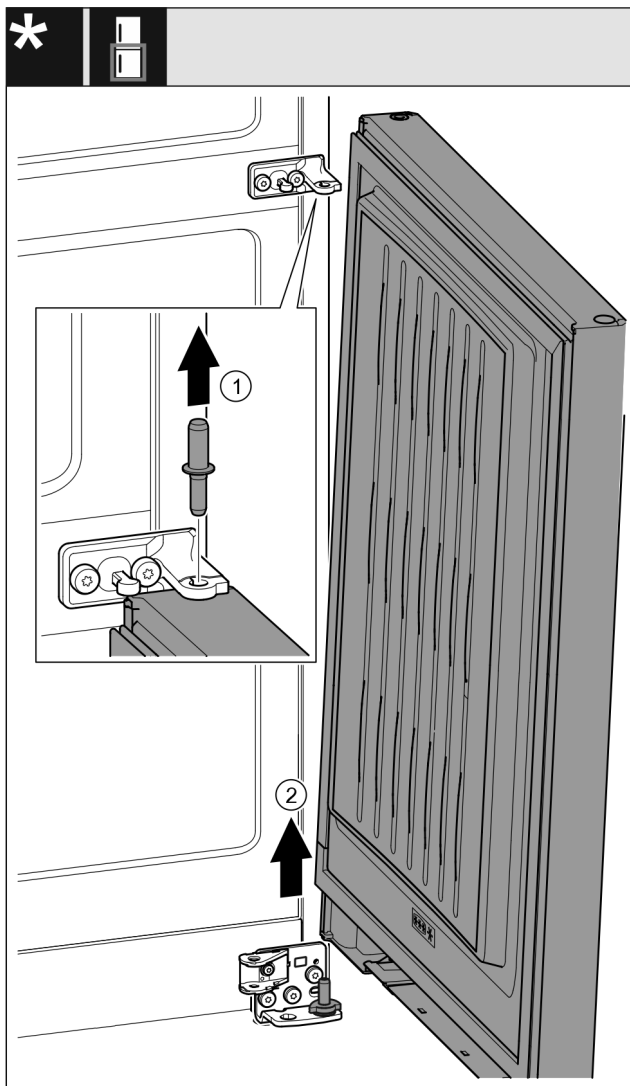

Fig. 23 *
- Nxirrni jashtë bulonin duke e ngritur lart. Fig. 23 (1)*
- Anoni paksa derën për ta ngritur, tërhiqeni lart dhe lëreni mënjane. Fig. 23 (2)*